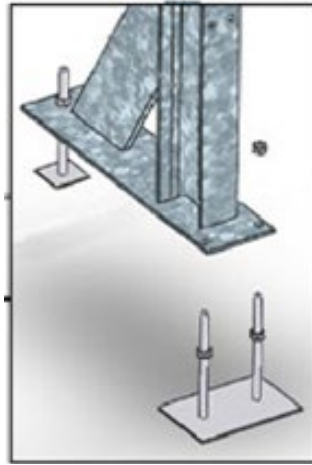

Figure 5 – Mise en place des vérins sur les jambes de force
Ces poteaux sont reliés entre eux en partie basse par 12 plats (B) de 1,6 m verrouillés par 2 points L'écart entre chaque poteau est déterminé par ces plats : il doit être de 1,5 m. En partie haute, ils sont reliés par 4 plats (B) de 1,6 m (identiques aux plats de liaison en partie basse) et par 4 plats (C) de 2,253 m dans les angles. (visserie du sachet A, voir à la Figure 5).
Les plats possèdent à leurs extrémités quatre perçages. En partie basse, on utilisera les perçages extérieurs (*Figure 5*) pour les fixer, alors qu'en partie haute on utilisera les perçages intérieurs (*Figure 3*).
Les caractéristiques de la dalle de béton sont données à la *Figure 5*. Les dimensions de la dalle sont telles que les pieds de l'échelle bois extérieure au bassin ne reposent pas sur la dalle béton. Nous vous conseillons cependant de les faire reposer si cela est possible sur un élément solide (dalle ou plots en béton par exemple).